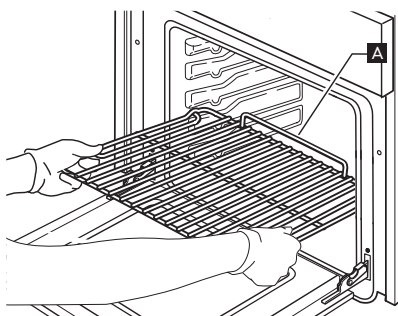

Fig. 1
1. Inserire la griglia orizzontalmente, con la parte rialzata "A" orientata verso l'alto (Fig. 1).